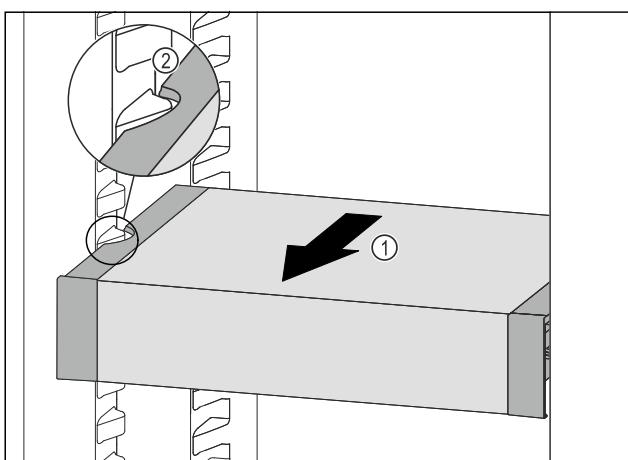

Fig. 117
▶ 在冷藏区中倾斜 VarioSafe。Fig. 117 (1)
▶ 向前取出 VarioSafe。Fig. 117 (2)